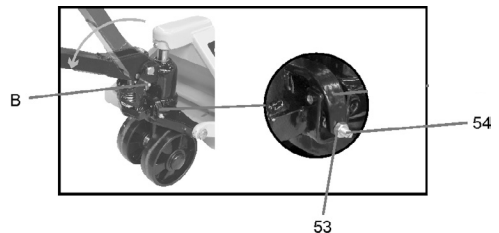

Fig. 6 - Retirando el pasador
- c. El pistón de accionamiento del cable viene trabado con un pasador "B" (fig. 6).
- d. Para el correcto funcionamiento del equipo, posicione el cable totalmente en la horizontal y remueva el pasador traba del resorte "B" (fig. 6).
En caso de necesidad de ajuste de la palanca para elevar o bajar la carga, realice el ajuste a través del perno "54" (fig. 6) y después de concluido el ajuste, trabe el perno "54" apretando la tuerca "53".